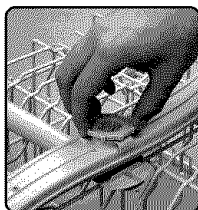
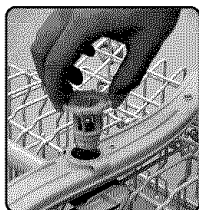

**Figure 48/Ilus. 48**
**Figure 49/Ilus. 49**
2. Grasp the lower spray arm, as shown in Figure 48, and gently pull the lower spray arm upward, as shown in Figure 49.
2. Saisir le bras gicleur, comme à la figure 48, et tirer délicatement le bras vers le haut, comme à la figure 49. S'il faut nettoyer le bras gicleur, le rincer à grande eau.
2. Agarre el brazo de rocío inferior como muestra la Ilustración 48 y delicadamente jálelo hacia arriba como muestra la Ilustración 49. Si necesita eliminar obstáculos de los orificios del brazo de rocío, límpielos con un chorro de agua.